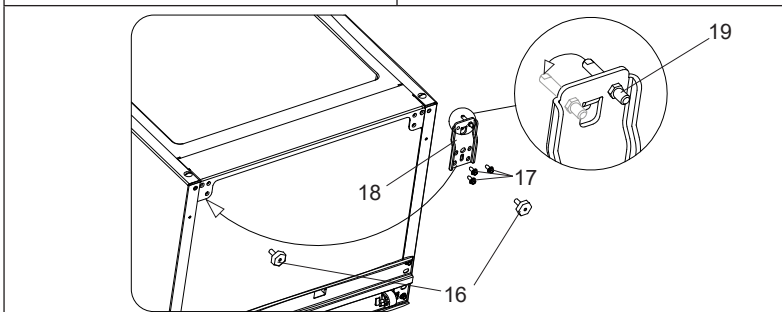

Рисунок 12
14. Наклоните холодильник. Выкрутите регулировочные опоры 16 (см. рисунок 12). Торцовым ключом на 8 выкрутите болты 17 нижнего кронштейна 18 и снимите его. На нижнем кронштейне переставьте ось 19, выкрутив на ней торцовым ключом на 10 гаiku.
15. Установите нижний кронштейн 18 на противоположную сторону (см. рисунок 12). Вкрутите регулировочные опоры 16 обратно.